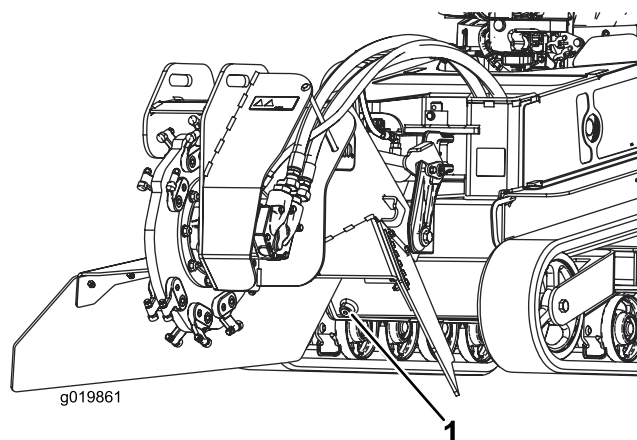

Figura 60
8. Togliere il tappo di spurgo del serbatoio idraulico e lasciare defluire il fluido nella bacinella (Figura 60).